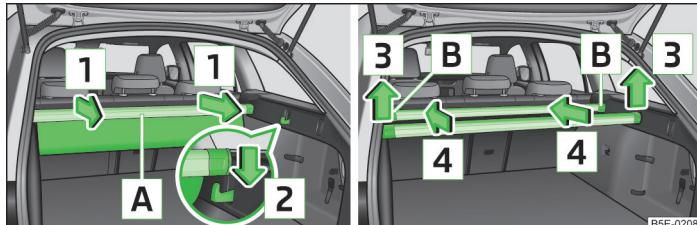

Fig. 94 Bolsa multifunción: extraer / introducir
- Agarre la regleta posterior **A** » fig. 94 con ambas manos y extraiga la bolsa completa en el sentido de la flecha **1**.
- Desmonte la regleta posterior de los ganchos en el sentido de la flecha **3** » fig. 94.